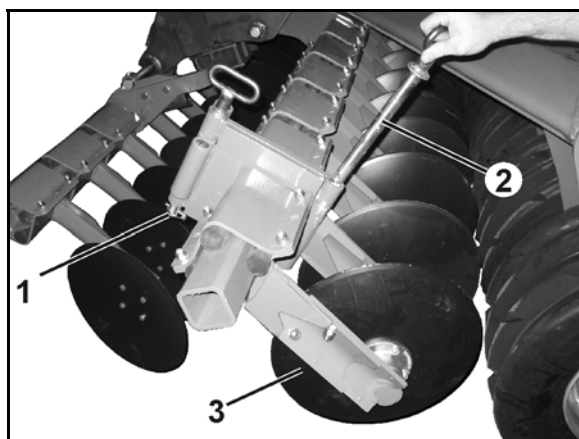

Bild 72
- 9.1 Lossa låssprinten (Bild 72/1).
- 9.2 Dra ut bulten (Bild 72/2).
- 9.3 Fäll ner kanttallriken (Bild 72/3) och lås med bulten i denna position.